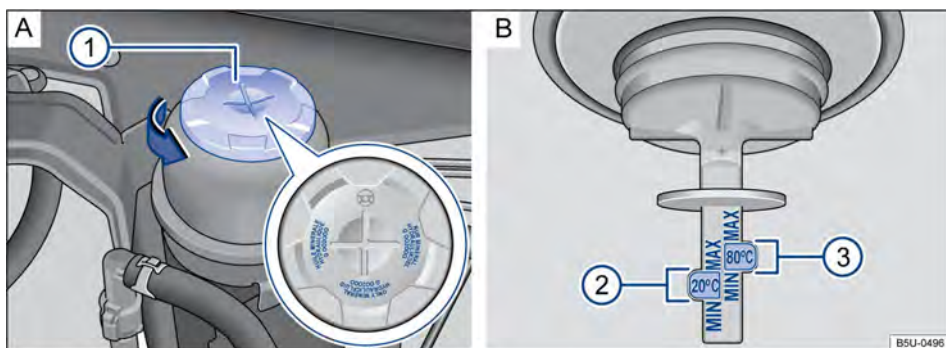

Fig. 85 No compartimento do motor: **A** Reservatório do fluido da direção hidráulica. **B** Marcações para controle do nível do fluido da direção hidráulica.
- Girar a tampa do reservatório → Fig. 85 **A** **1** no sentido da seta.
- Girar a tampa do reservatório → Fig. 85 **A** ① no sentido da seta.
- Retirar novamente a tampa e verificar o nível do fluido pelas marcações "MIN" e "MAX" com a indicação 80 °C da haste de medição **B** ③.